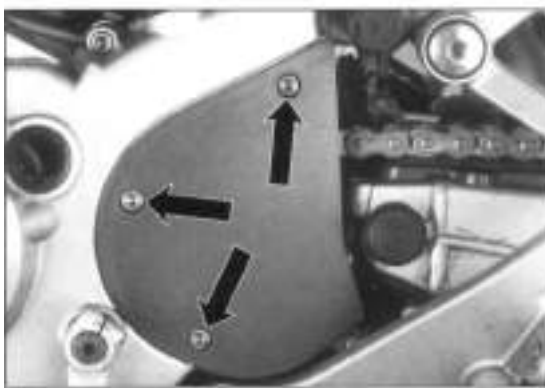

Bild 69
- Motorritzel-Abdeckung abnehmen (Bild 69).